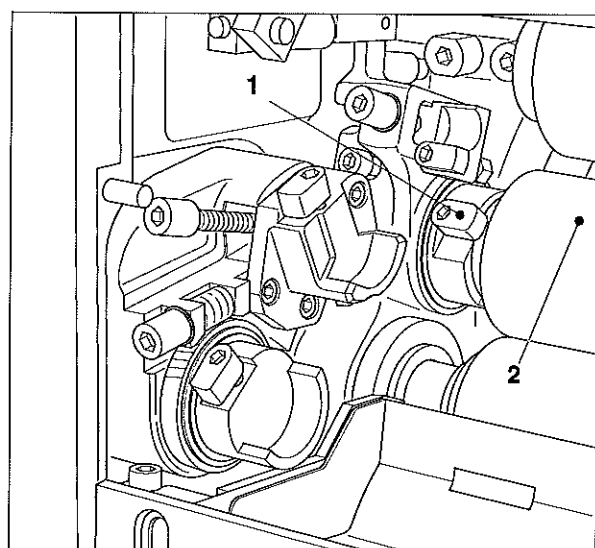

図 11 水着けローラ
1. 駆動側と操作側のローラロック (図 11/1) を開きます。
2. 水着けローラ (図 11/2) を取り出します。